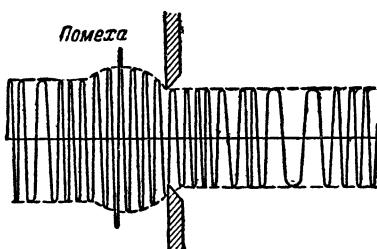

Рис. 128. Рисунок, поясняющий принцип двустороннего ограничения частотно-модулированных колебаний, амплитуда которых не сохраняет постоянной величины.
**Л.** — Это устройство, которое включают перед частотным детектором и которое ограничивает на заданном уровне амплитуду сигнала. Все значения амплитуд, превышающие некоторое заданное значение, как бы подрезаются (рис. 128). Благодаря этому исключаются все изменения амплитуды, вызываемые как помехой, так и замираниями сигнала.